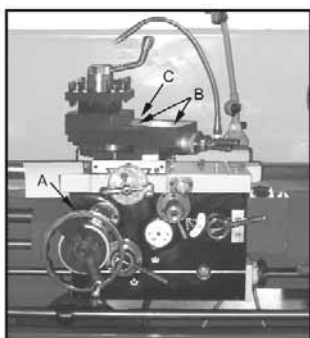

Fig. 7
5. **Slede:** Smør olje kulen (A, fig. 7) på rattskafet hver dag med Mobil DTE® Oil Heavy Medium.
6. **Support:** Smør de fire olje kulene (B, fig. 7) på oversiden av supporten hver dag med Mobil DTE® Oil Heavy Medium.
7. **Tverrsleide:** Smør olje kulen (C, fig. 7) hver dag med Mobil DTE® Oil Heavy Medium.